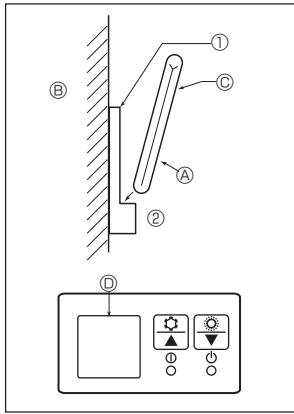

Fig. 6-7
2) Installatiemethode (Fig. 6-7)